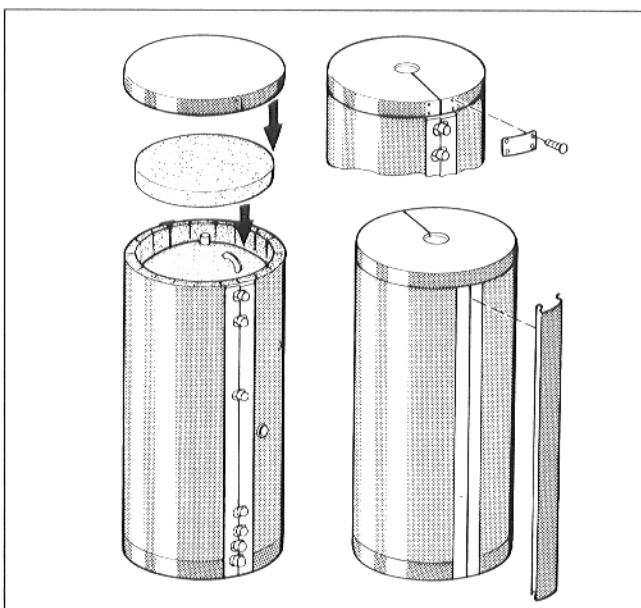

Abb. 8
- Obere Wärmeschutzscheibe so auf den Handlochdeckel legen, daß sie mit der Wärmeschutzmatte abschließt (Abb. 8).
- Speicherhaube (Kunststoffhaube bei PSG 1500 aus 2 Teilen) über die Wärmeschutzscheibe und den Rand der Wärmeschutzmatte stülpen (Abb. 8).
- Schlitz im Haubenrand mit Lasche und 4 Spannstiften verschließen (Abb. 8, nur PSG 750 und CBS 1.5 750).
- Verschlussblende an der Vorderseite über Verschlussleiste der Wärmeschutzmatte drücken (Abb. 8).